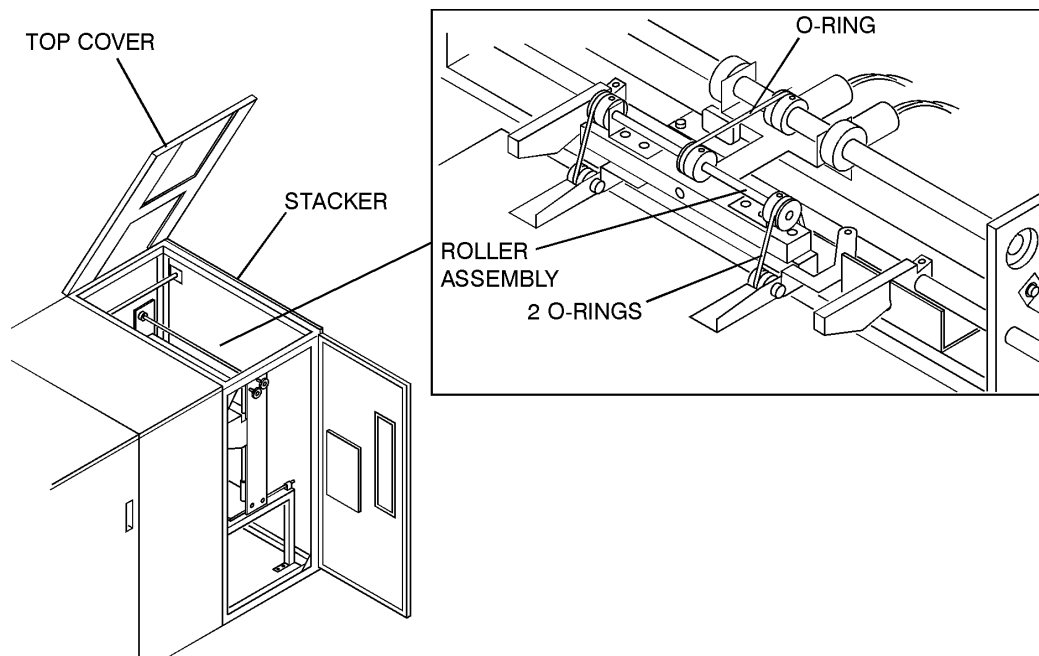

Figura 4-4: Pulizia dell'impilatore
- 1 Aprire la protezione dell'impilatore, come illustrato nella Figura 4-4.
- 2 Pulire le due guarnizioni ad anello arancioni della guida rotante, come illustrato nella Figura 4-4, usando solamente alcol isopropilico al 90% e un panno pulito liscio.